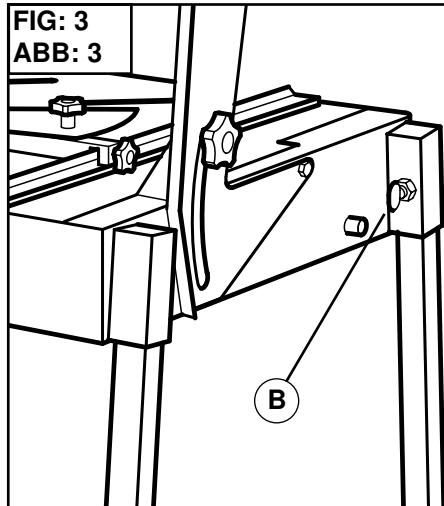

FIG: 4
- Открутите два барашка (C) [рис. 4], удалите их, затем снимите защитный кожух.